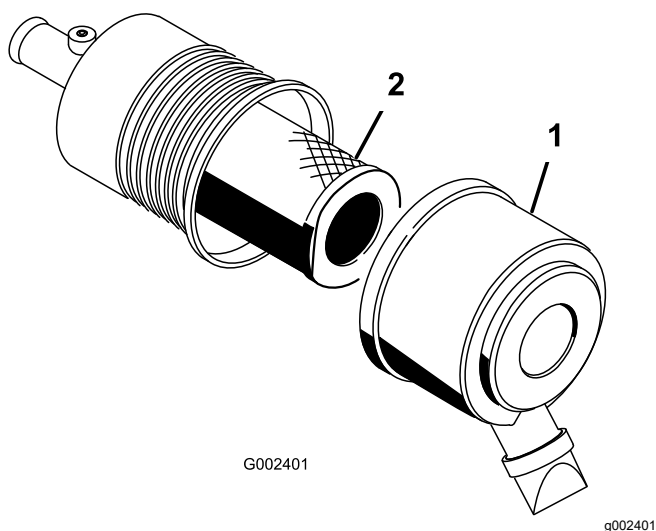

Figura 33
1. Rilasciate i dispositivi di fermo del filtro dell'aria e togliete il coperchio dal corpo del filtro (Figura 33).
3. Estraeate con cautela il filtro dal corpo del filtro dell'aria (Figura 33).
5. Montate con cautela il filtro sul tubo del corpo (Figura 33).
6. Montate il coperchio del filtro dell'aria con il lato rivolto in alto, quindi fissate i dispositivi di fermo (Figura 33).